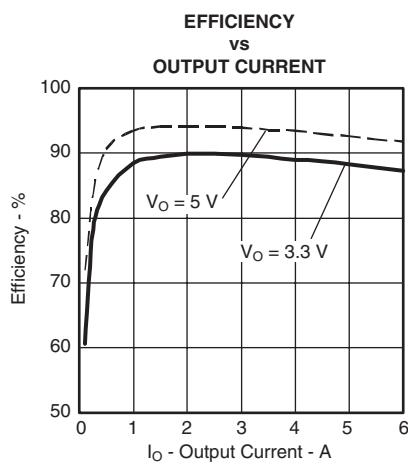
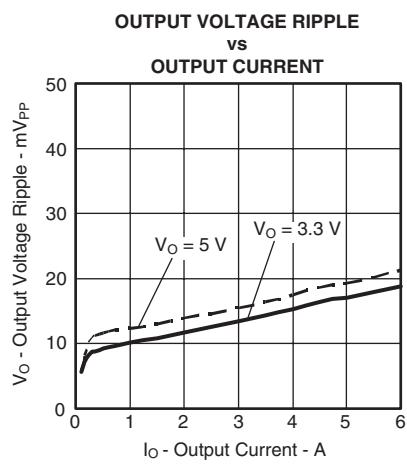
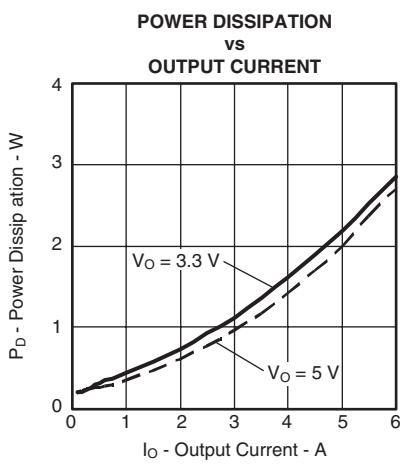

図 1
図 2
図 3
- (1) この電気的特性データは、実際の製品を25°Cでテストして得られたものです。このデータは、コンバータの代表的なデータと考えられます。図1、図2、および図3に対して適用されます。
- (2) 温度ディレーティング曲線は、内部コンポーネントの温度がメーカーの指定した最高動作温度以下になる条件を表します。このディレーティング制限は、2オンス (56.69グラム) の銅を使用した、100mm×100mmの両面PCBに直接半田付けされたモジュールに対して適用します。